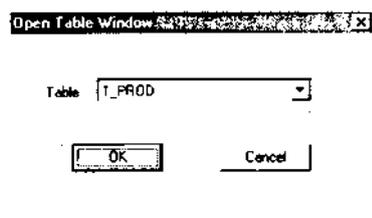

Рисунок 5. Диалоговое окно Open Table Window для выбора нужной гистограммы
- щелкните по пункту Table Window (Окно гистограммы) во всплывающем меню. Появится диалоговое окно Open Table Window (Открыть окно гистограммы). В раскрывающемся списке Table щелкните по нужной гистограмме. Для нашей задачи окно будет выглядеть так, как показано на рис. 5;